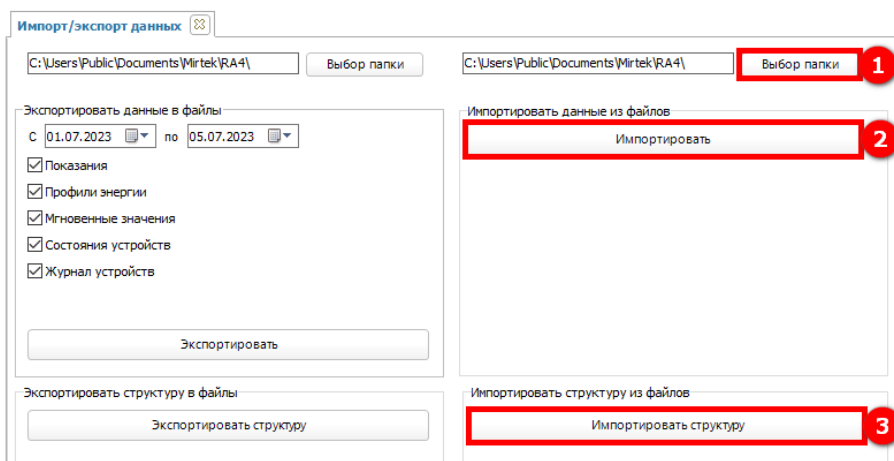

Рисунок 134 – Импорт данных из файлов
Для загрузки данных в программу необходимо нажать на кнопку **Выбор папки** (1) (см. рисунок 134) и указать путь к папке с ранее экспортируемыми файлами.